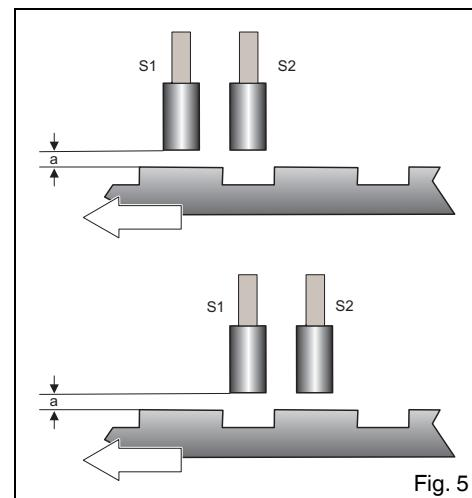

Fig. 5
4.2.2. Disposición de los detectores de proximidad (fig.5)